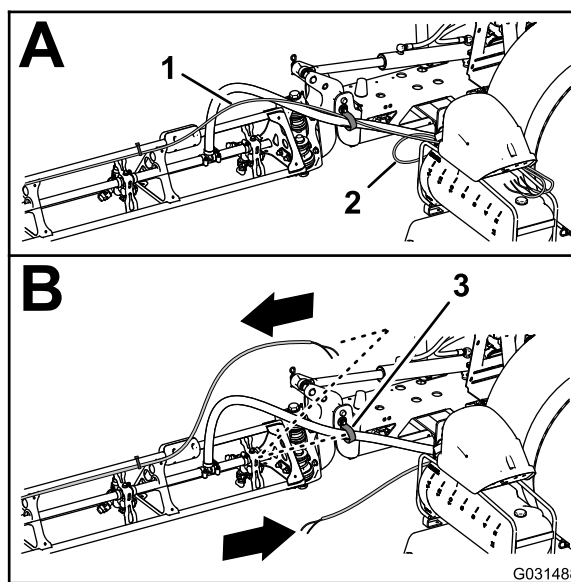

Figura 24
- Mova os tubos para os bicos da espuma na secção da rampa esquerda e direita para trás e através do grampo em R perto do ponto de articulação para a secção da rampa (Figura 24).